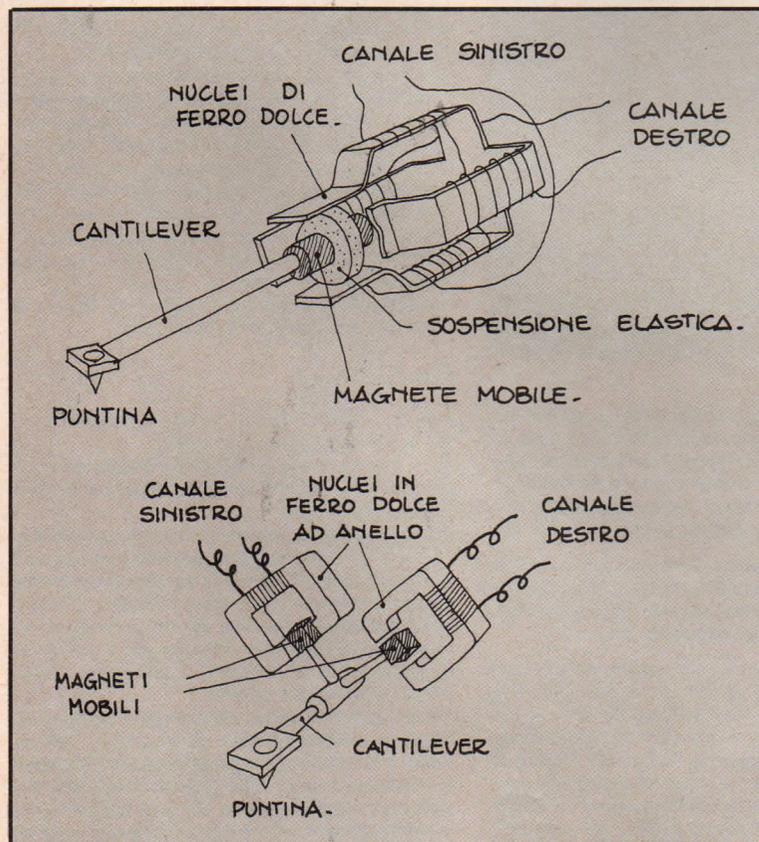

Fig.17: Costituzione del pick-up «magnetodinamico», o «a magnete mobile».
7) Pick-up «magnetodinamico», od «a magneti mobile» (Fig. 17).